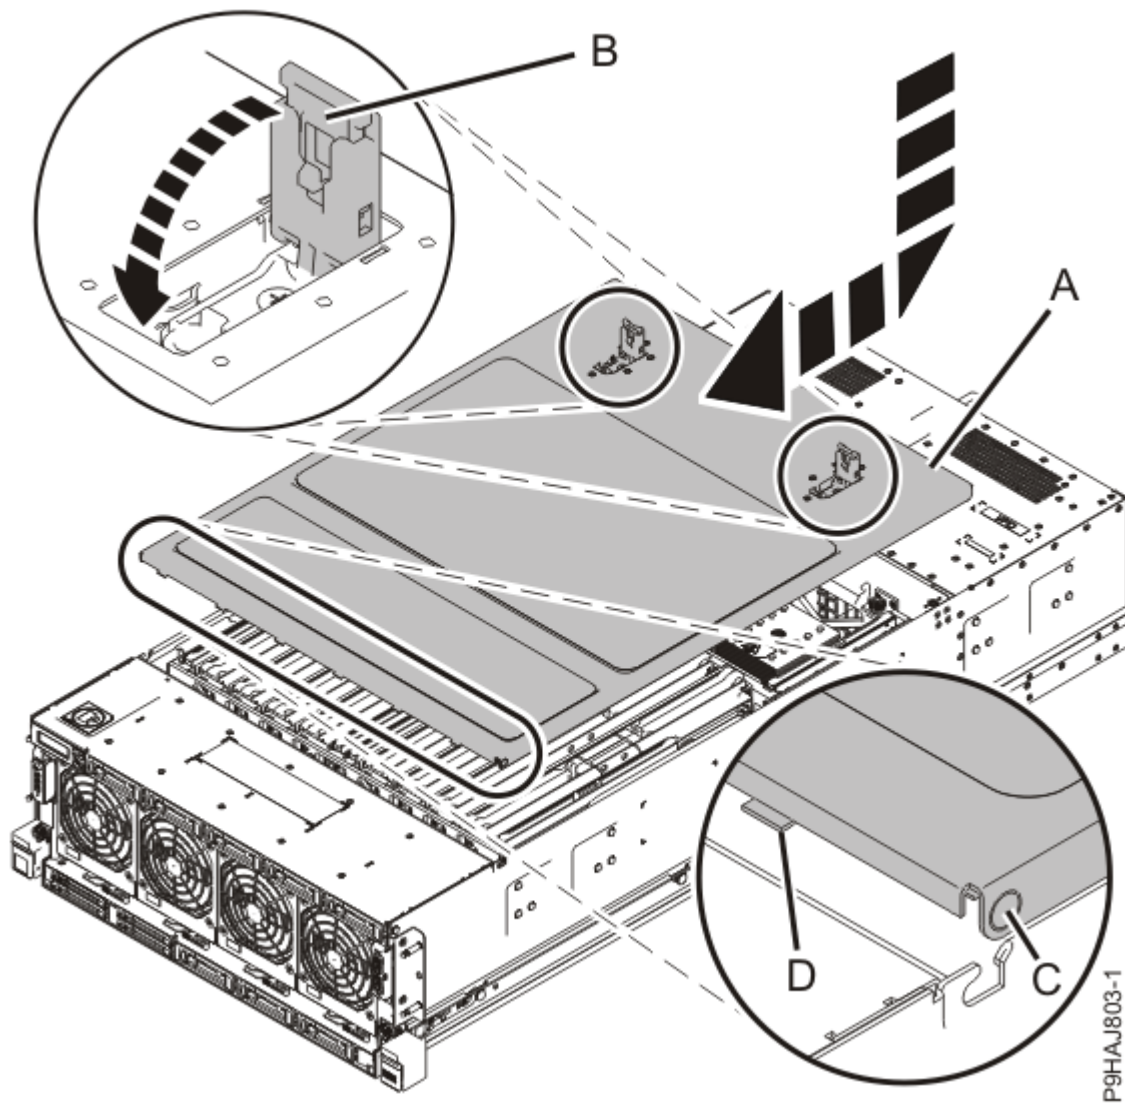

Figura 20: Instalación de la cubierta de acceso de servicio
- a) Deslice la cubierta **(A)** para insertarla de la unidad del sistema, tal como se muestra en la Figura 20 en la página 22.
- b) Cierre los pestillos de liberación **(B)** empujándolos en la dirección que se muestra en la Figura 20 en la página 22.